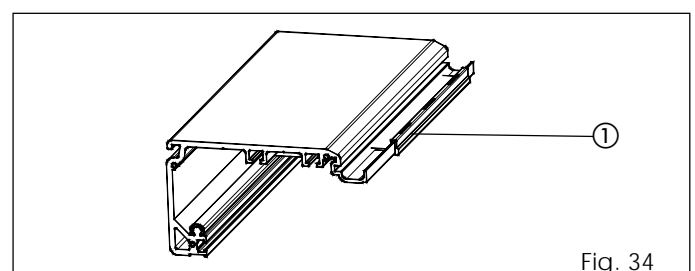

Fig. 34
- Breng 3 afstandstukken (fig. 34 ref. ①) aan op de buitenrand van het steunprofiel, en plaats hen aan de uiteinden en in het midden.